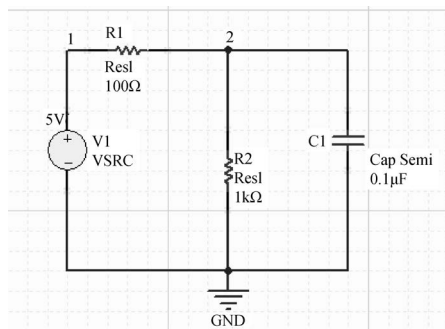

图 3-9 指定电路节点网络标号
(7) 为了便于分析仿真结果,按照前面的方法,为电路某些节点指定网络标号,如图 3-9 所示。
(8) 保存设计文件,将其保存在 dc_analysis 目录下(读者也可以自己建立一个子目录)。